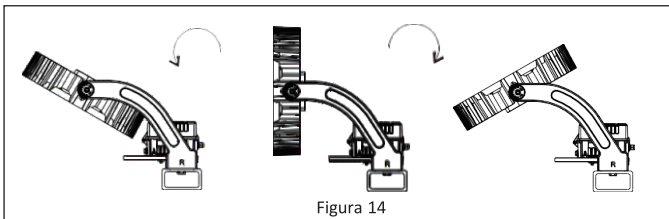

Figura 14
7. La matriz de luces LED ahora puede orientarse para lograr una cobertura de luz óptima. **Ver Figura 14.**